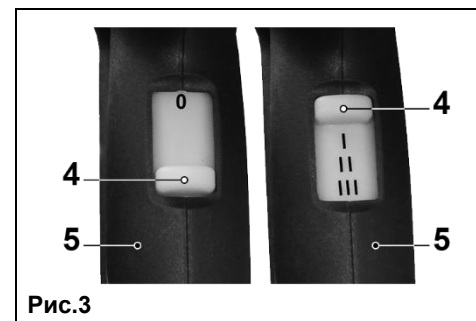

Рис.3
7.1. Переключение режимов (Рис.3).